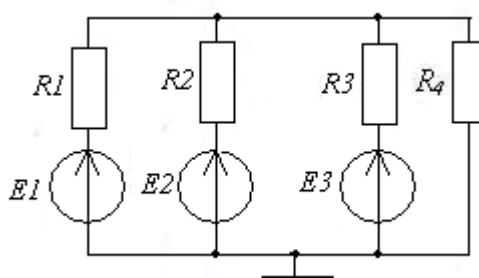

Рис. 3
**Задача №3.** Для схемы, представленной на рис. 3, найти токи, протекающие через резисторы  $R1$ ,  $R2$ ,  $R3$ ,  $R4$ . Параметры элементов схемы представлены в Таблице 3.